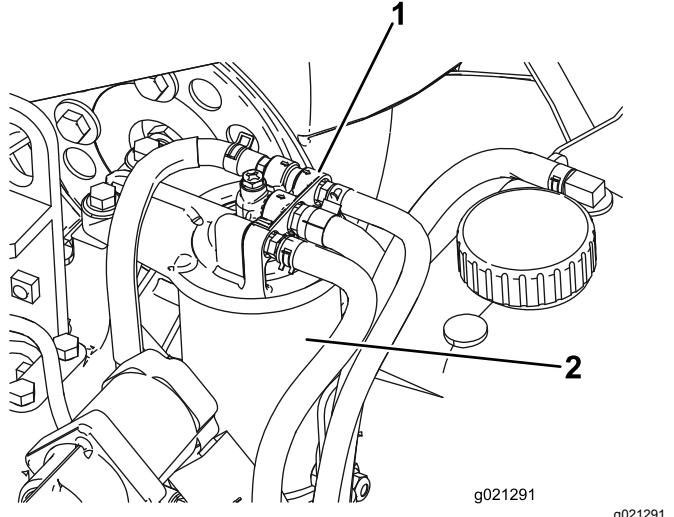

Bild 82
2. Reinigen Sie den Bereich um den Kraftstofffilterkopf (Bild 82).
3. Entfernen Sie den Filter und reinigen Sie die Befestigungsfläche des Filterkopfes (Bild 82).